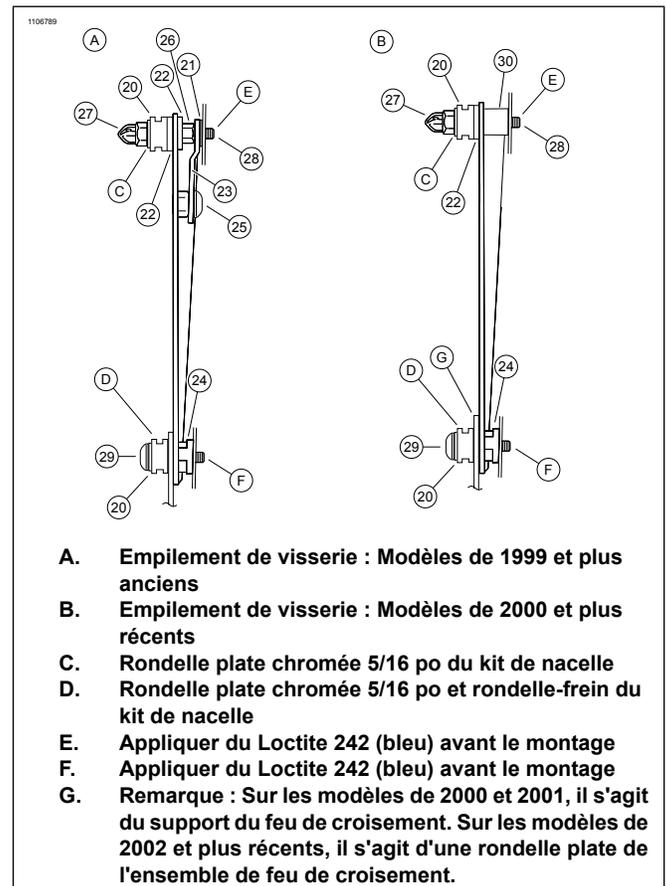

Figure 1. Empilement de visserie
1. Voir Figure 1. Avec l'ensemble de feu de croisement déposé du véhicule, placer la visserie de montage supérieure (21, 22, 23, 25, 26 et 28) sur les supports de feu de croisement, tel qu'illustré. Serrer uniquement les vis (25) situées en position centrale.
**Modèles de 1999 et plus anciens (A)**
**Modèles de 2000 et plus récents (B)**
Voir les exceptions concernant l'étape suivante dans Figure 1, (G).
3. Attacher les entretoises de feu de croisement (24) au support du feu de croisement. Mettre la partie inférieure du support du feu de croisement en place. Attacher la partie inférieure du support avec les galets d'ancrage inférieurs (20) au support de fourche avec les vis (29) et les rondelles chromées disponibles dans le kit de nacelle. Serrer légèrement les vis inférieures.